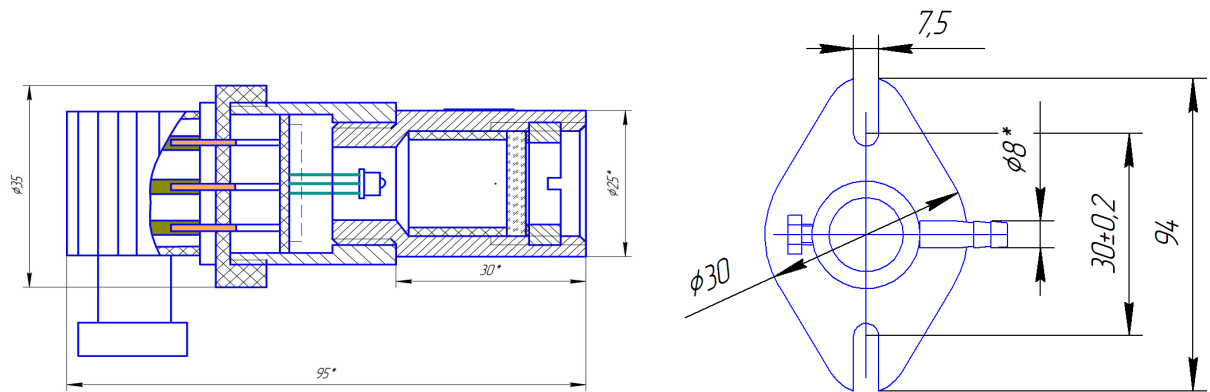

Рис.2. Конструкция, габариты фотодатчика ФД-02 и фланца.
Конструктивную привязку узла крепления производить согласно габаритным чертежам на фотодатчики, приведенных на рис. 2 и 3.
- Рис. 2. Фотодатчик ФД-02. Конструкция и габариты.